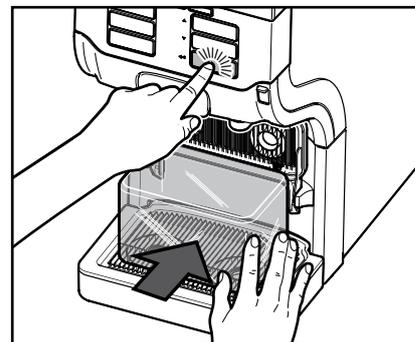

Fig. 47
5. Coloque o recipiente de coleta sob as duas saídas de produtos e prima a tecla Enter ←. (Fig. 47)